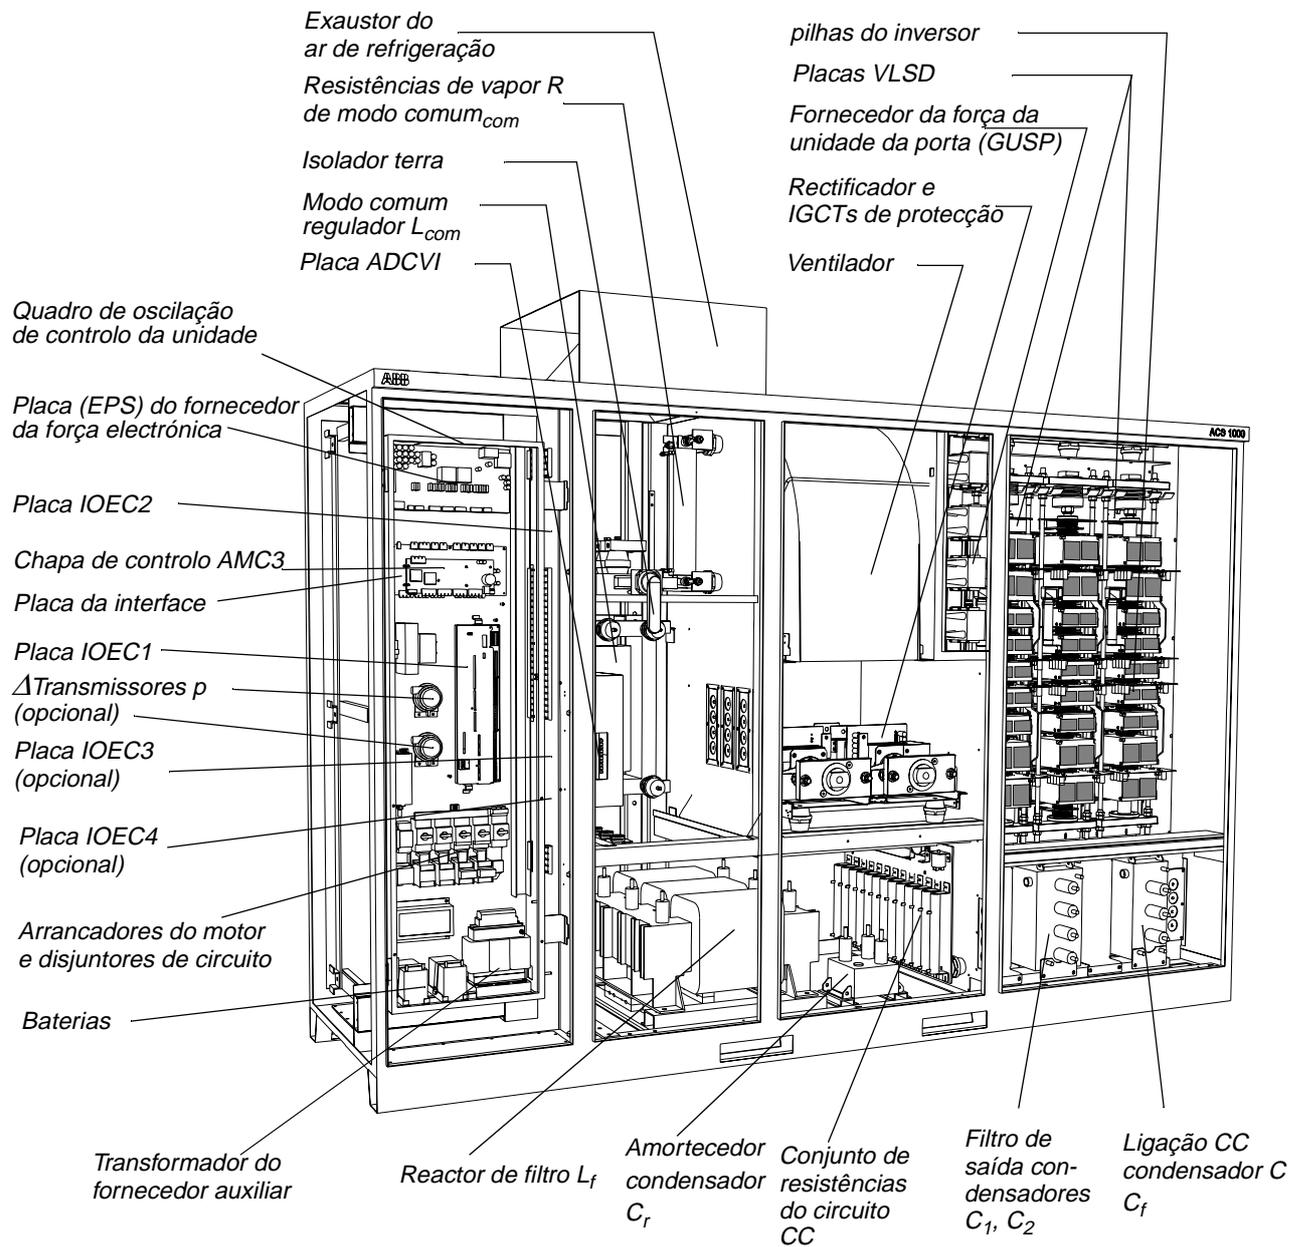
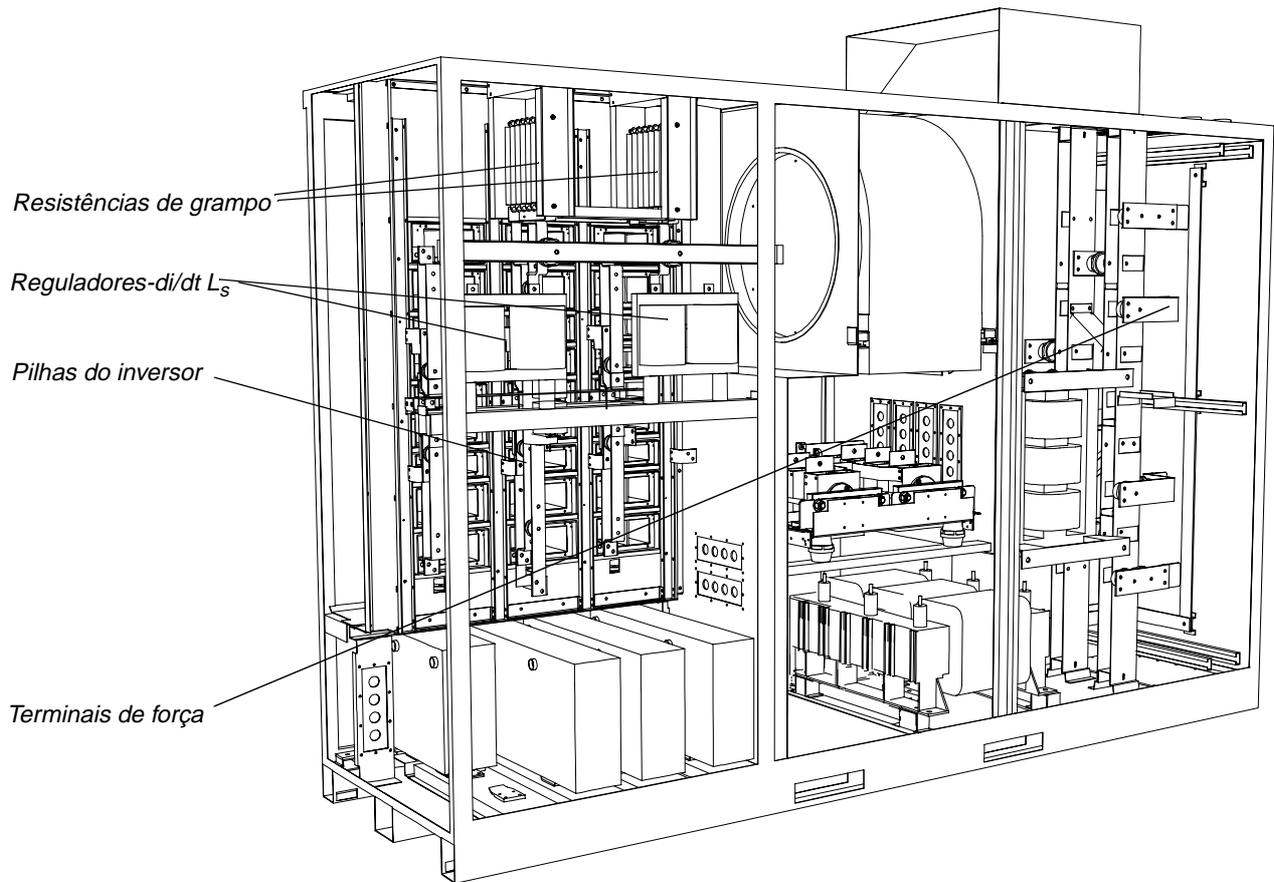

Figura 3-5 Visão frontal
Figura 3-6 Vista traseira
- 1 **Secção 1**, a secção de controlo, inclui o equipamento de controlo. O painel de controlo CDP 312 é montado na porta frontal. Os botões para fechar e abrir o disjuntor do circuito principal, um botão de emergência e uma luz, que indica quando a ligação CC está descarregada, são instaladas abaixo do painel de controlo. Todos os outros equipamentos de controlo (fornecedor de força da electrónica, placa de microprocessador, placas de comunicação interna, interruptores de protecção do motor, disjuntores de circuitos em miniatura) são montados num quadro de oscilação. As Entradas/Saídas do cliente são localizados na parede à direita do quadro de oscilação. Os terminais para o controlo do cliente e os sinais de protecção e fornecedor de força auxiliar também são localizados lá. Veja *Figura 3-5* e *Figura 3-6* para detalhes.